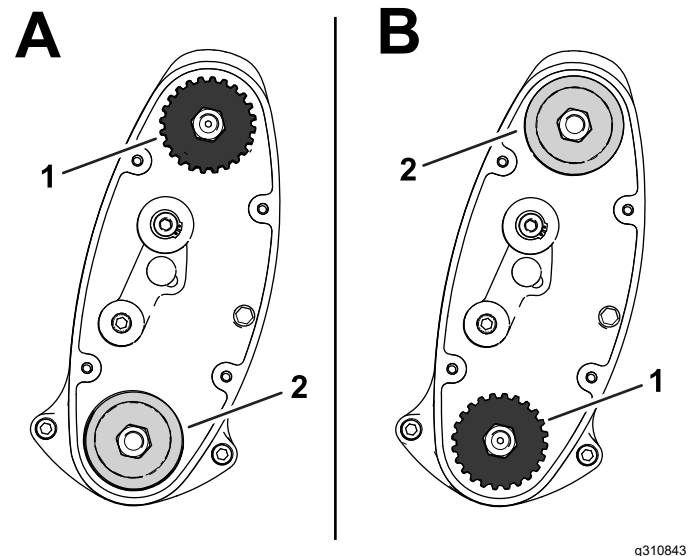

Figura 16
- Poziție **RIDICATĂ**: „A” în Figura 16
- Poziție **COBORĂTĂ**: „B” în Figura 16